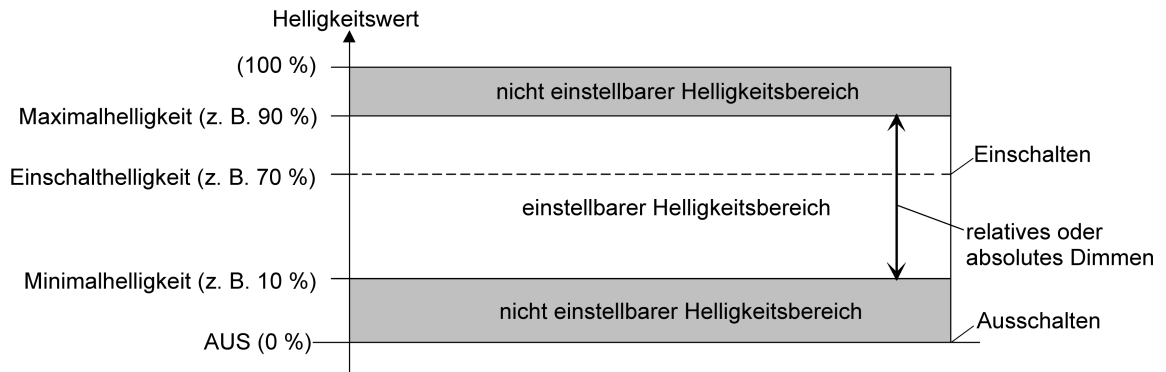

Bild 11: Beispiel eines Helligkeitsbereiches mit Minimalhelligkeit
- Definition der unteren Helligkeitsgrenze mit Minimalhelligkeit (siehe Bild 11):